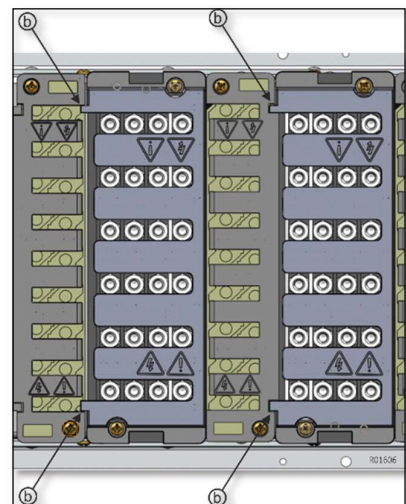

fig. 6
4. To fit the GN6053 side cover panel, locate the top edge **a** into the upper most shield slot and press along the cover's length, locating each clip into its corresponding shield slot. Ensure the cover panel is fully seated and secure, see fig. 6.
2. Remove and discard 2 x terminal block fixing screws aligned with fixing holes in the GN6050 shield (shown in fig. 6), carefully position the GN6050 making sure not to damage cable insulation.
**i** A cover panel does not need to be fitted between GN6050 and GN6051 shields, as ingress protection integrity is maintained by adjacent shields. GN6050 and GN6051 shields may be fitted with slot apertures in either orientation, so side cover panels do not need to be fitted - see fig. 6.
4. Pour monter le panneau de protection latéral GN6053, repérer le bord supérieur **a** de la fente de la protection la plus haute et appuyer sur toute la longueur de la protection en insérant chaque attache dans la fente correspondante de la protection. Vérifier que le panneau de protection est complètement installé et fixé, voir fig. 6.
2. Retirer et jeter les 2 vis de fixation du bornier alignées avec les orifices de fixation de la protection GN6050 (présentés dans la fig. 6), positionner soigneusement la GN6050 en vous assurant de ne pas endommager l'isolant du câble.
**(i)** Il n'est pas nécessaire de monter un panneau de protection entre les protections GN6050 et GN6051, car l'intégrité de l'indice de protection est préservée par les protections adjacentes. Les protections GN6050 et GN6051 peuvent être montées avec les fentes dans n'importe quelle orientation, ainsi les panneaux de protection latéraux n'ont pas besoin d'être montés - voir fig. 6.
4. Zur Montage der Seitenabdeckung GN6053, bringen Sie die obere Kante (a) in den obersten Schirmschlitz an, drücken die Abdeckung der Länge nach an und setzen jeden Clip in den entsprechenden Schirmschlitz ein. Stellen Sie sicher, dass die Abdeckung vollständig sitzt und gesichert ist, siehe fig. 6.
2. Entfernen und entsorgen Sie 2 Befestigungsschrauben der Klemmenleiste, die auf die Befestigungsbohrungen in der GN6050-Abschirmung ausgerichtet sind (dargestellt in fig. 6), positionieren Sie GN6050 sorgfältig, damit die Kabelisolierung nicht beschädigt wird.
**(i)** Die Abdeckplatte braucht zwischen den Abschirmungen GN6050 und GN6051 nicht angebracht werden, da die IP-Schutzfestigkeit durch benachbarte Abschirmungen gewährleistet ist. GN6050 und GN6051 Abschirmungen können in jede Richtung mit Schlitzöffnungen versehen werden, so dass Seitenabdeckungen nicht angebracht werden müssen - siehe fig. 6.
- Para instalar el panel de cubierta lateral GN6053, coloque el borde superior **a** en la ranura de protección más elevada y presione a lo largo de la cubierta, ubicando cada presilla en su correspondiente ranura del protector. Asegúrese de que el panel de cubierta esté totalmente asentado y asegurado, consulte la fig. 6.
- Quite y deseche 2 tornillos de fijación del bloque de terminales alineados con los orificios de fijación en el protector GN6050 (se muestran en la fig. 6), coloque cuidadosamente el GN6050 asegurándose de no dañar el aislamiento del cable.
**i** No es necesario instalar un panel de cubierta entre los protectores GN6050 y GN6051, ya que la integridad de la protección contra ingreso se mantiene mediante protectores adyacentes. Los protectores GN6050 y GN6051 pueden incorporar las aperturas de las ranuras en cualquier orientación, de modo que no es necesario instalar paneles de cubierta lateral; vea la fig. 6.